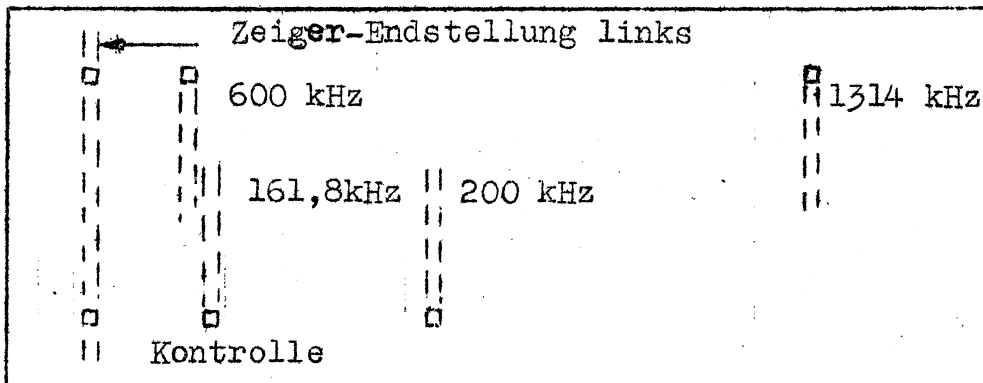
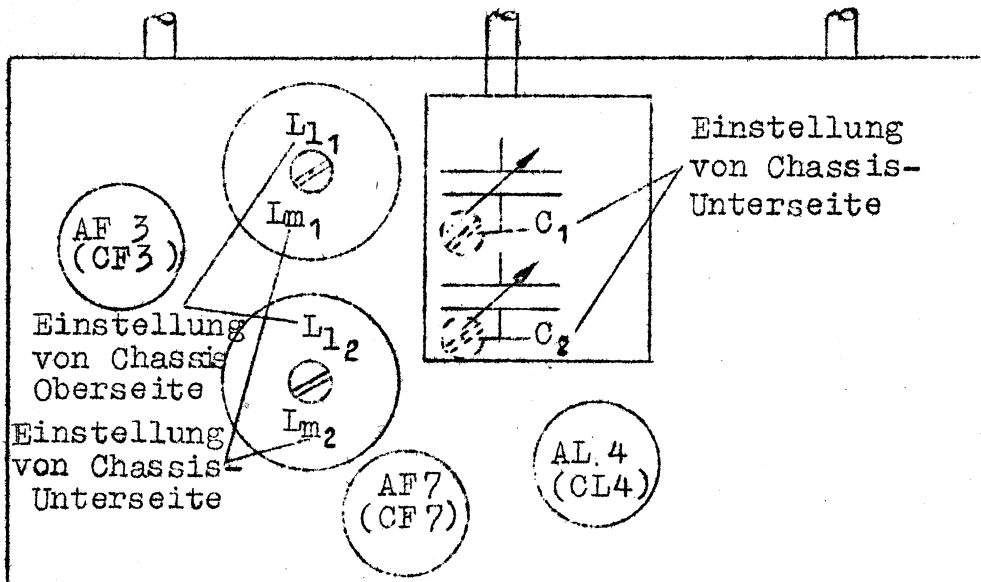

Bild 5 Skala AEG 326 W und 326 GW
Bild 6 Chassis AEG 326 W und 326 GW
- 3.) Abgleich: (Eichmarken der Skala siehe Bild 5, Positionslageplan siehe Bild 6). Lautstärkeregler nach rechts drehen; Rückkopplung in Raststellung bringen. Hauptschalter auf Mittelbereich, Meßsender auf 1314 kHz, Zeiger auf Eichmarke 1314 kHz einstellen, C1 (Pos.9) und C2 (Pos.24) einstellen, dann Meßsender auf 600 kHz, Zeiger auf Eichmarke 600 kHz